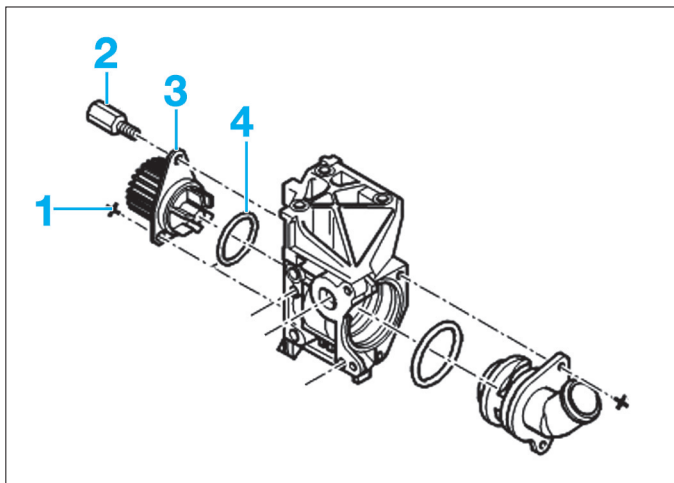

Fig. 34
- Déposer les deux vis de fixation (1) et (2) de la pompe à eau (3) et la déposer (Fig.34).
- Récupérer le joint torique (4).